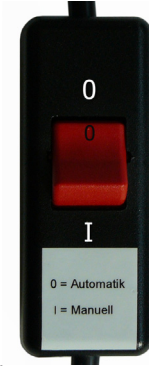

Bild 1
1.4 Bedienung der Steuerung (siehe Bild 1)